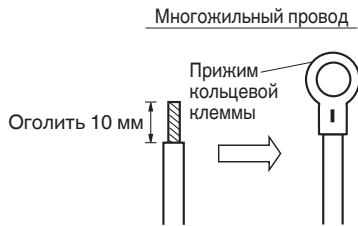

Рис. 4-5
- (1) Отрежьте конец провода с помощью кусачек, затем удалите изоляцию, чтобы оголить примерно 10 мм многожильного провода, и надежно скрутите концы провода. (Рис. 4-5)